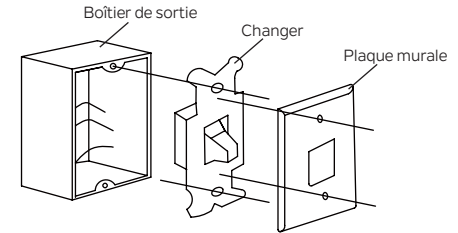

Fig. 15
Étape 1. Retirez la plaque murale existante et l'ancien interrupteur de la boîte de prise murale. Débranchez les fils. (Fig. 15)